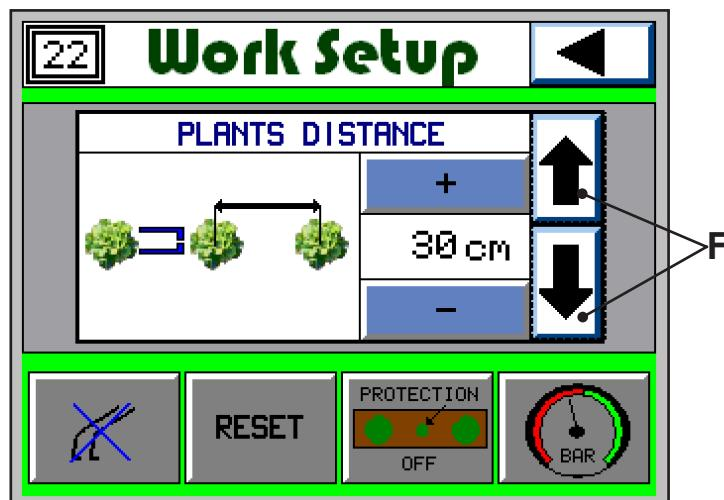

Fig. 4
- 7) En la página «WORK», pulse la tecla **(E)** para acceder a la página de «WORK SETUP» (**Fig. 4**). En esta página configure los tres parámetros, utilizando las teclas + y - y las flechas (**F**).